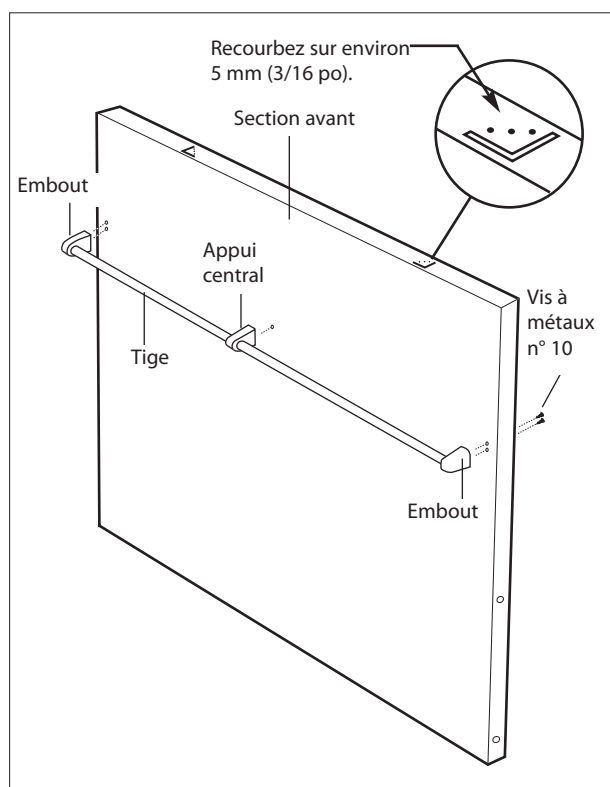

Fig.04
3. Fixez la tige, les embouts et l'appui central à la section avant du dossier à l'aide des vis à métaux n° 10 fournies (fig. 04).